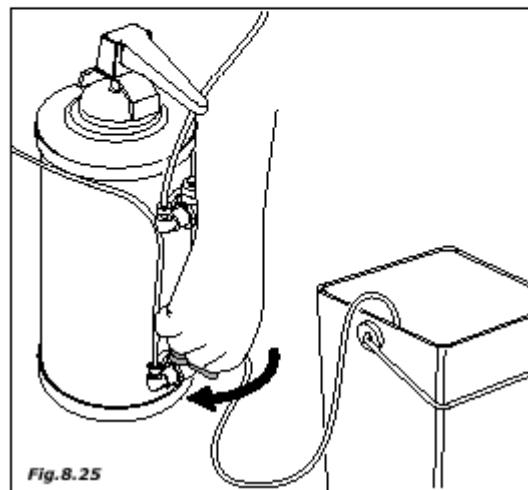

Fig. 8.25
- дайте воде стечь, пока она не станет чистой (рис. 8.25)